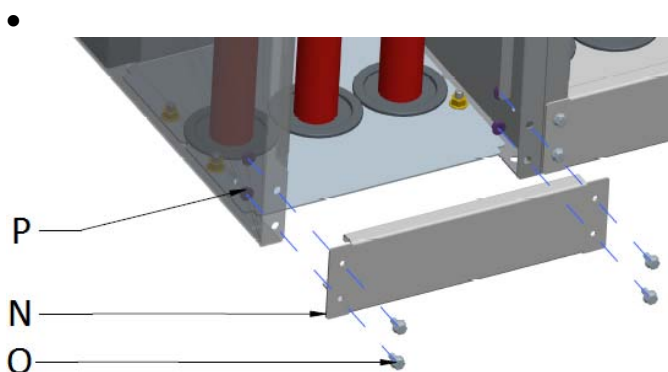

Figure 25: Monter la face avant du compartiment tête de câbles
- Finalement, la face avant du compartiment câbles (Figure 25 N) doit être remplacée avec 4 écrous autoverrouillants à six pans (Figure 25 O) et deux boulons autoverrouillants à six pans (Figure 25 P).